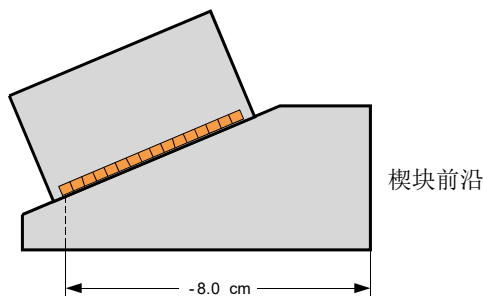

图 4-7 主轴偏移测量
- d) 选择**主轴偏移**，然后输入主轴偏移值，即楔块前沿与探头第一晶片中心之间的距离（参见第 105 页的图 4-7）。